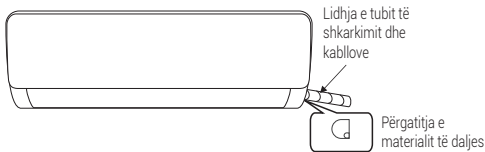
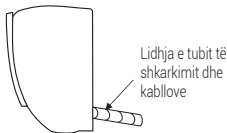

Fig 1
Fig 2
1. Në varësi të pozicionit të njësisë, tubacioni mund të kalojë anash nga e majta ose nga e djathta (Fig 1), ose vertikalisht nga mbrapa (Fig 2) (në varësi të gjatësisë së tubit të njësisë së brendshme). Në rastin e kalimit anash, priteni pjesën e daljes në anën e kundërt.